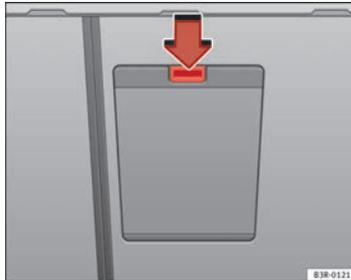

Fig. 117 Detalle del asiento trasero desde atrás: Tapa del saco para objetos alargados
- Oprima la tecla de desbloqueo de la tapa del saco para objetos alargados ⇒ fig. 117 (flecha) y gírela hacia abajo.